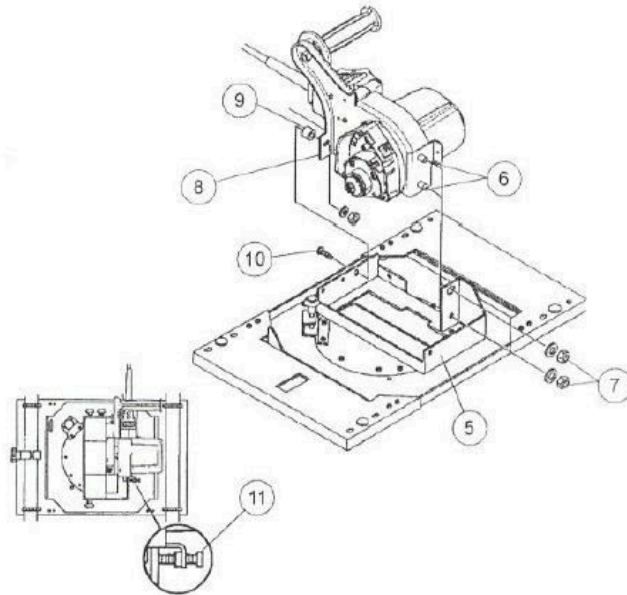

РИС. 3. Установка мотора на станки C4, C5, H4, H5, H6, H7
Мотор станка находится внутри коробки с пометкой "Saw Motor". Он поставляется с двумя шайбами, тремя гайками и одним крепежным болтом. Снимите эти крепежные элементы с мотора, для того, чтобы поставить его на поворачивающуюся раму пильного узла (см. РИС. 3).
2. Установите мотор на раме пыльного узла, вставив шпильки (6) на моторе в отверстия на поворотной раме (5). См. РИС. 3 . Установите шайбы и гайки (7), и вручную затяните их.
3. Кронштейн (8), который расположен на ручке, имеет одно отверстие. Поместите прокладку (9) между кронштейном на раме и кронштейном на ручке мотора. Совместите это отверстие с отверстием в поворотной раме, как это показано на РИС. 3 и вставьте болт (10). Установите гайку, и вручную затяните.
4. Убедитесь, что винт (11) на моторе находится на одном уровне с поворотной рамой, как показано на рисунке. Этот винт (11) устанавливается на заводе и не требует регулировки.
5. Сначала затяните две нижние гайки (7), только потом одну верхнюю (10).